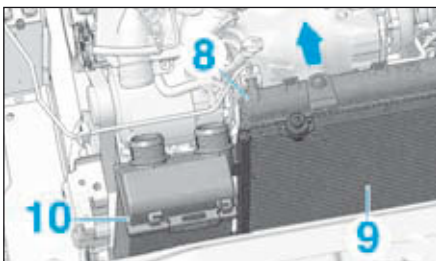

FIG.63
- Basculer légèrement l'ensemble composé du radiateur de refroidissement (8) et du condenseur de climatisation (9) (Fig.63).
- Extraire délicatement par le haut l'échangeur air/air (10).